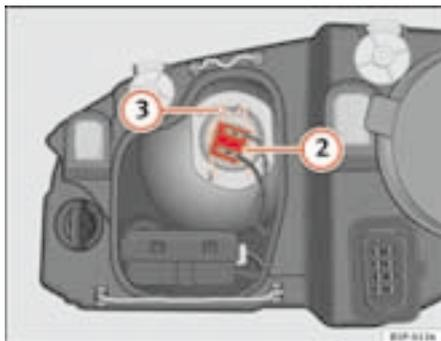

Fig. 180 Luz de cruce
- Extraiga el conector ⇒ fig. 180 ② de la lámpara.
- Desenganche el resorte retentor ⇒ fig. 180 ③ presionándolo hacia dentro y a la derecha.